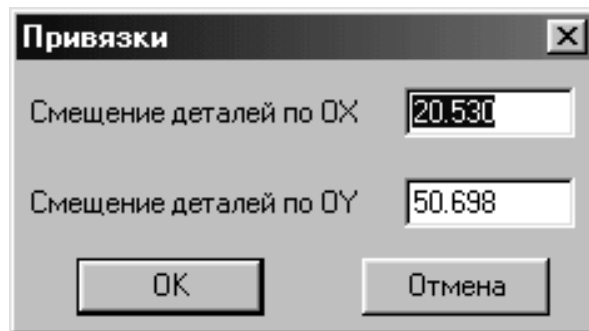

Рисунок 1.21 – Вікно діалогу параметрів зсуву
- відредагувати параметри зсуву групи другого ряду щодо групи першого ряду у вікні діалогу (рис. 1.21).